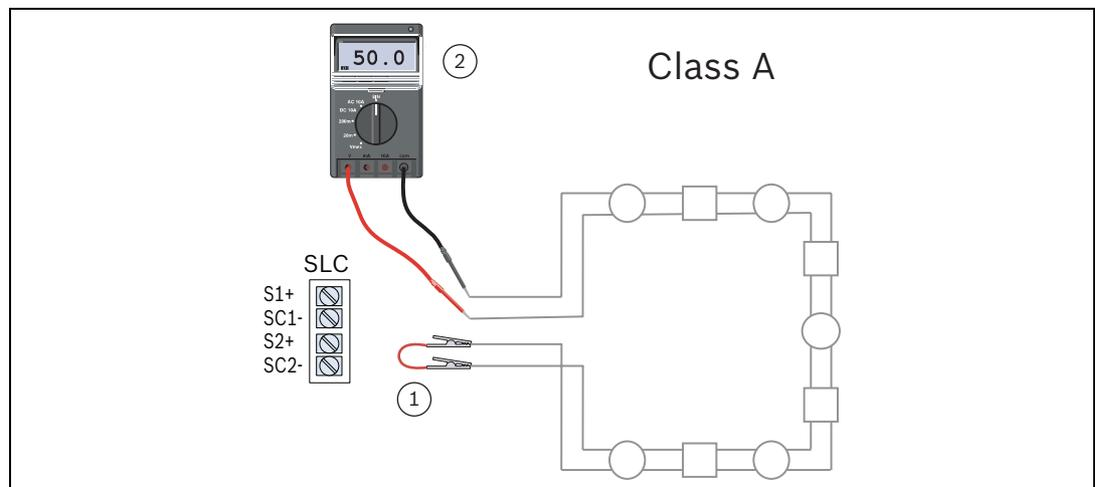
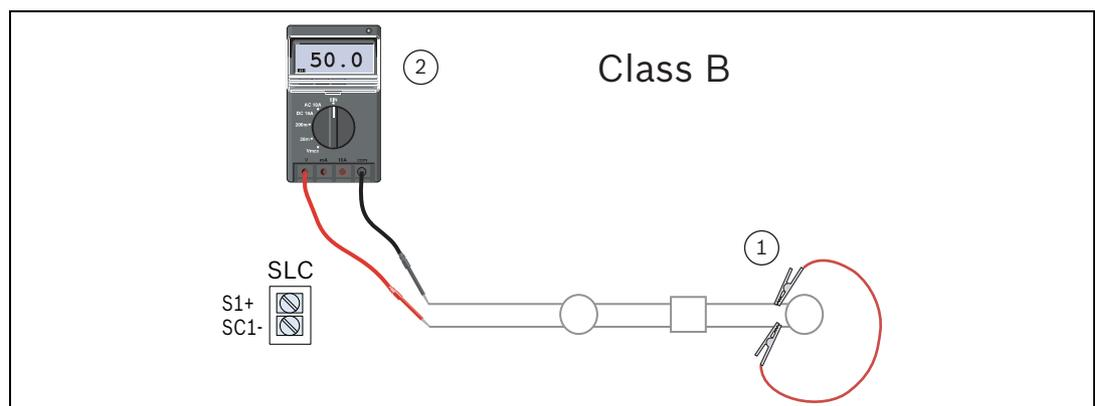

Figura 4.12 Medición de la Resistencia del Circuito de Clase A
Figura 4.13 Medición de la Resistencia del Circuito de Clase B
1. Retire el cableado de campo de los terminales SLC y cortocircuite el cable de retorno de Clase A (consulte la *Figura 4.12* en la *Página 60*, elemento 1) o el extremo del dispositivo más lejano de clase B (consulte la *Figura 4.13* en la *Página 60*, elemento 1), utilizando para ello un cable corto con pinzas (cocodrilo).